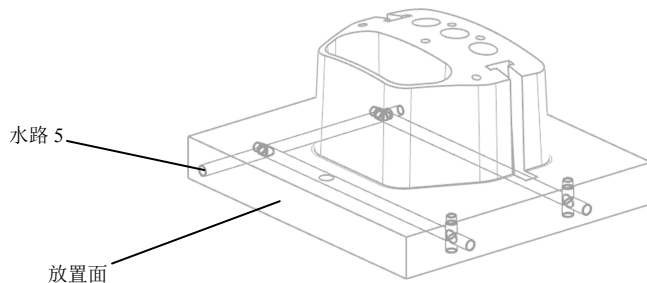

图 16-67 创建水路 5
(8) 采用相同的方法, 以侧面为放置面, 创建水路 5 (-100, -10), HOLE_1_DEPTH 为 160mm, HOLE_2_DEPTH 为 170mm, 如图 16-67 所示。